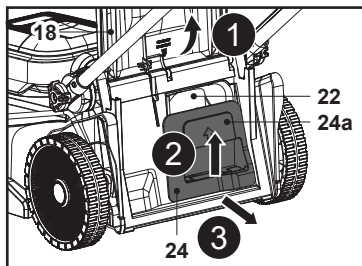

Fig. 14
2. Levante el asa integrada (24a) y extraiga el accesorio triturador (24) del canal de descarga trasero (22); a continuación, extraiga el accesorio triturador (24) (Fig. 14).